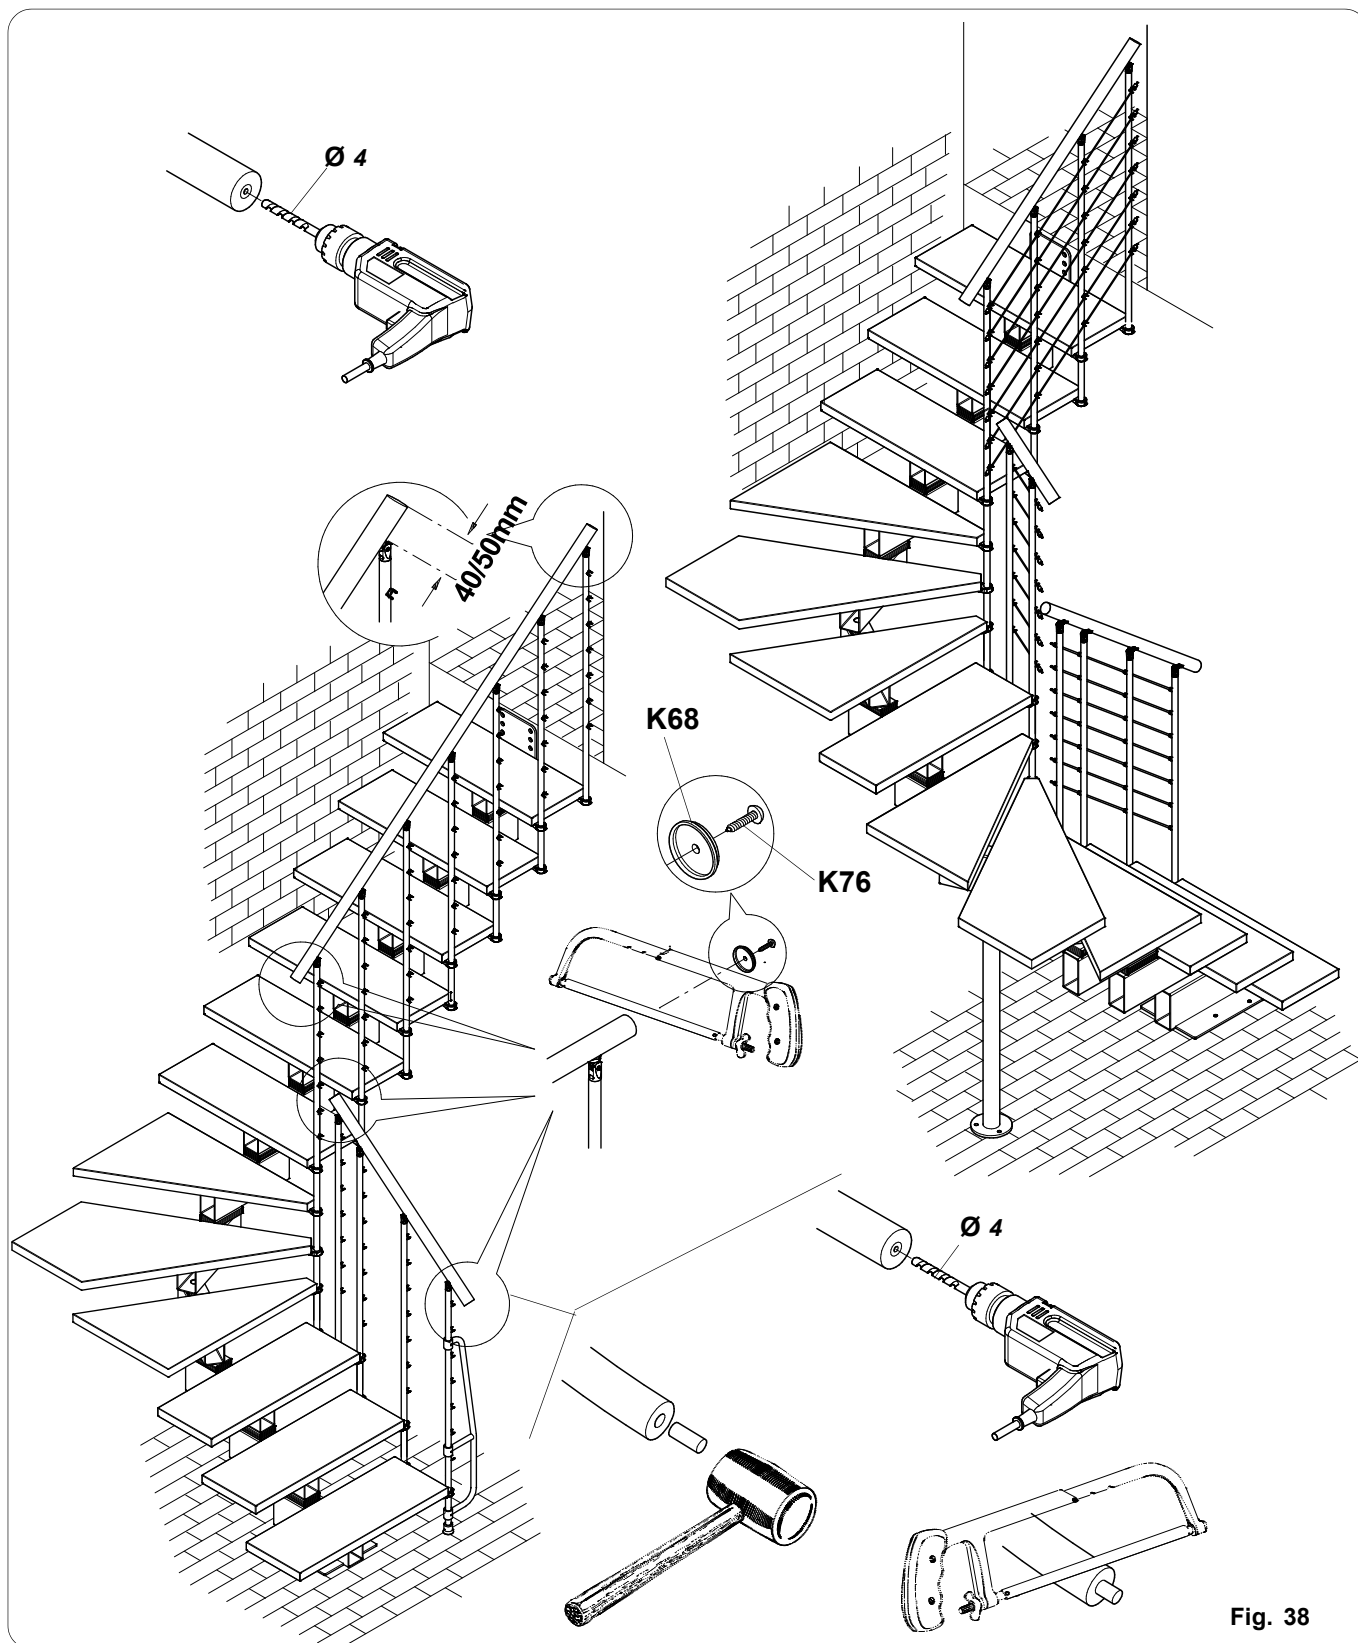

Fig. 38
- La règle qu'il faut ajouter une colonne supplémentaire sur la dernière marche droite avant le tournant de l'escalier, s'applique à toutes les configurations. La fig. 38 illustre l'exemple d'un escalier en U.
Percer avec un foret à bois de $\varnothing 4$ et monter le cache **K68** avec la vis **K76**. (Fig. 38)